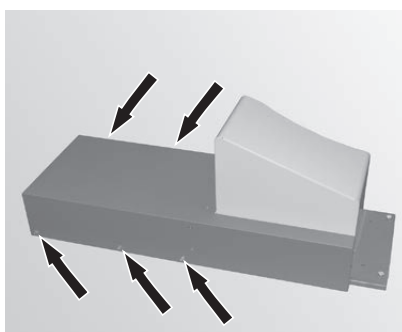
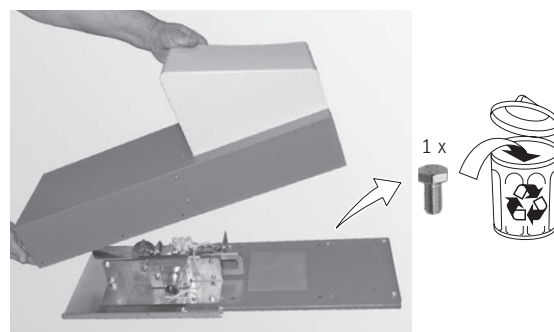

Fig.182 Schrauben bei Abdeckung entfernen
Fig.183 Abdeckung abheben und rot markierte Schraube entfernen
- ▶ Abdeckung bei Absperreinheit und die rot markierte Schraube (wird nicht mehr benötigt) entfernen – Fig.182, Fig.183.